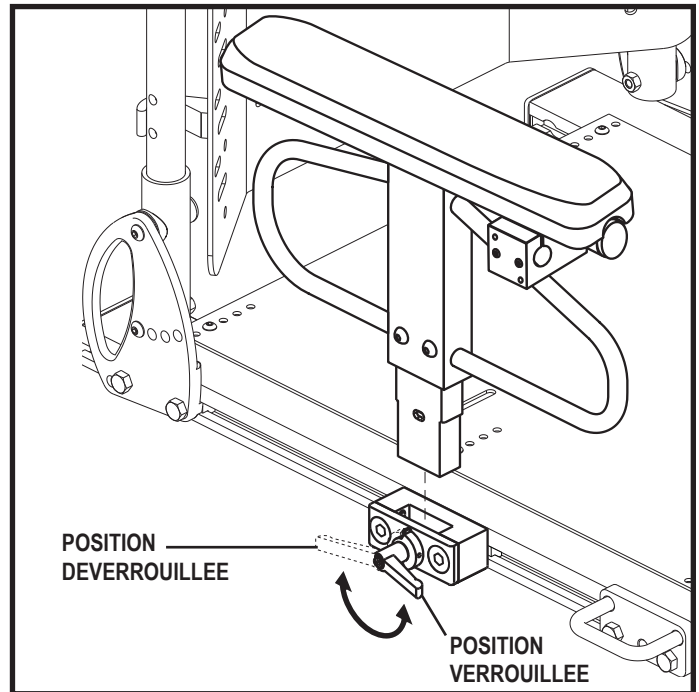

Figure 21. Enlèvement/installation accoudoir enfichable usage intense
1. Tournez le levier de blocage de l'accoudoir vers l'arrière. **Voir la figure 21.**
1. Placez le module d'accoudoir dans le verrou de montage. **Voir la figure 21.**
1. Tournez le levier de verrou de l'accoudoir vers l'arrière et soulevez le module d'accoudoir. **Voir la figure 21.**